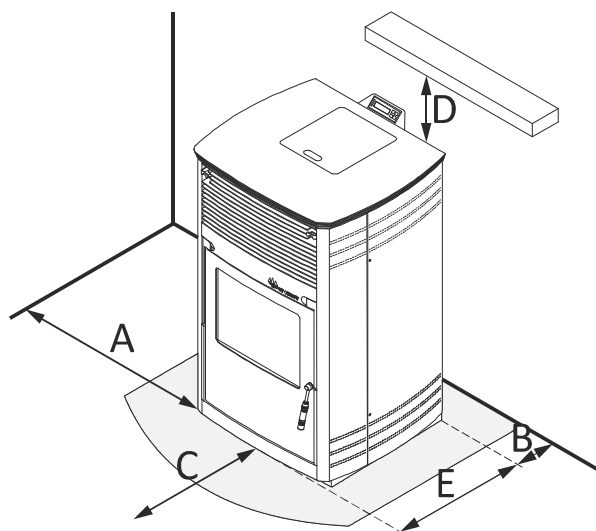

Figura 4
- 4.23.** Verifichi gli spazi tra la stufa, il combustibile e qualunque tipo di materiale infiammabile, controlli nella *figura 4*.